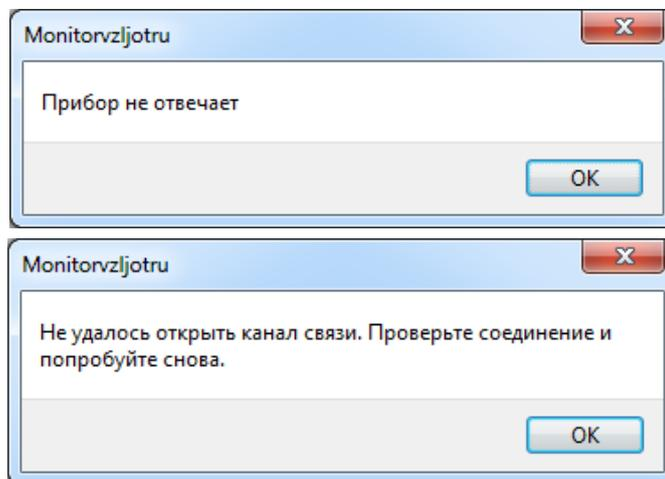

Рис.15. Сообщения при отсутствии связи с уровнемером.
5.1.4. При отсутствии связи с уровнемером на мониторе ПК будут индцироваться сообщения, показанные на рис.15.